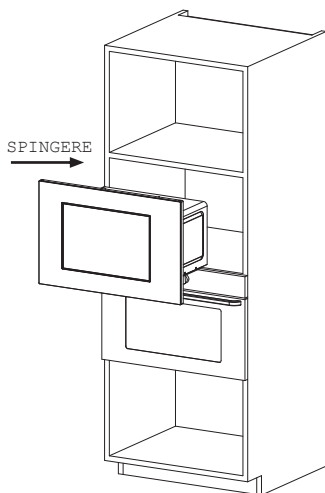

Fig. 1
② INSTALLAZIONE:
- a) Collocare il forno a microonde nel mobile da incasso e spingerlo avanti fino in fondo. (Fig. 1)